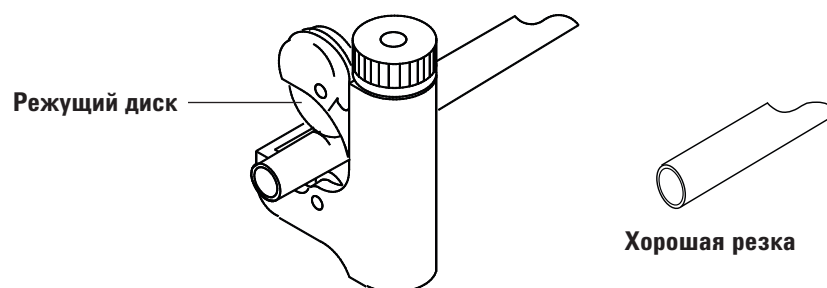

Рисунок 6 Стандартный резак для труб
- 2 Обрежьте трубы до нужной длины с помощью резака для труб (Рис. 6).